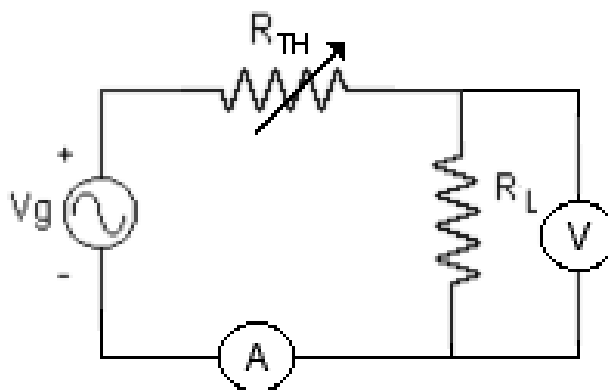

Figura 6.- Circuito para comprobar el teorema de Máxima Transferencia de Potencia con R_{TH} variable utilizando amperímetro y voltímetro
12.- Para comprobar el Teorema de Máxima Transferencia de Potencia cuando la resistencia de carga R_L es fija y es posible variar la resistencia equivalente del circuito (R_{TH}), puede usarse el circuito indicado en la Figura 6, utilizando en este caso el amperímetro y el voltímetro analógicos, colocando una resistencia R_L del valor indicado por su profesor y conectando la década en la posición de R_{TH} . Registre estos datos en la siguiente tabla, a fin de poder graficar P_{RL} en función de R_{TH} .